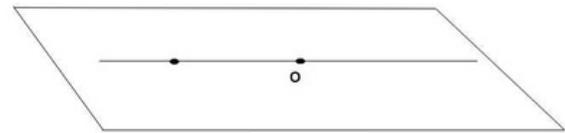

Fig. 1
3. Marca el **punto "O" en el centro** de esa línea. (Ver Fig. 1)